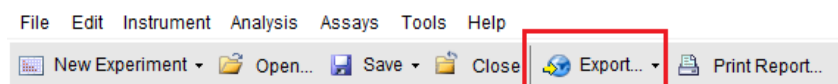

Рисунок 79
- Нажать «**Export**» (рисунок 79).